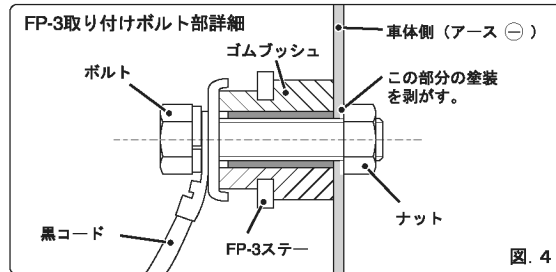

図. 4
付属のボルトとナットで、脱落しないように確実に取り付けてください。(図. 4)
黒コードのボディアースを確実にするため、ナットが接触する車体側の塗装を剥がしてください。(図. 4)
- ③ 黒コードは、本体取り付けのボルトを介して、ボディアースされます。(図. 4)